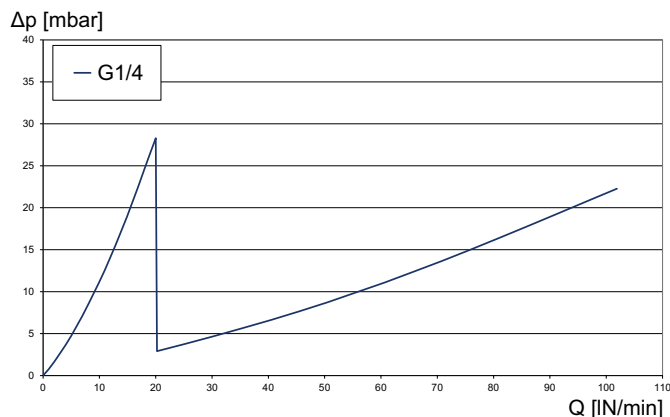

图 6: 空气压力损失图表，带有 25 μm 滤网的 MFM，流量范围 0~100 lN/min
- 流量为 55 lN/min 时，空气压力损失  $p_{Air}$  如图6 所示为 10 mbar。